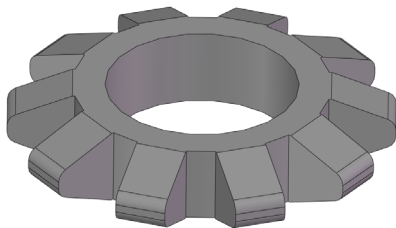

图 10-1 打开素材模型
(1) 单击常用工具栏中的【打开】按钮，打开一幅素材模型，如图 10-1 所示。